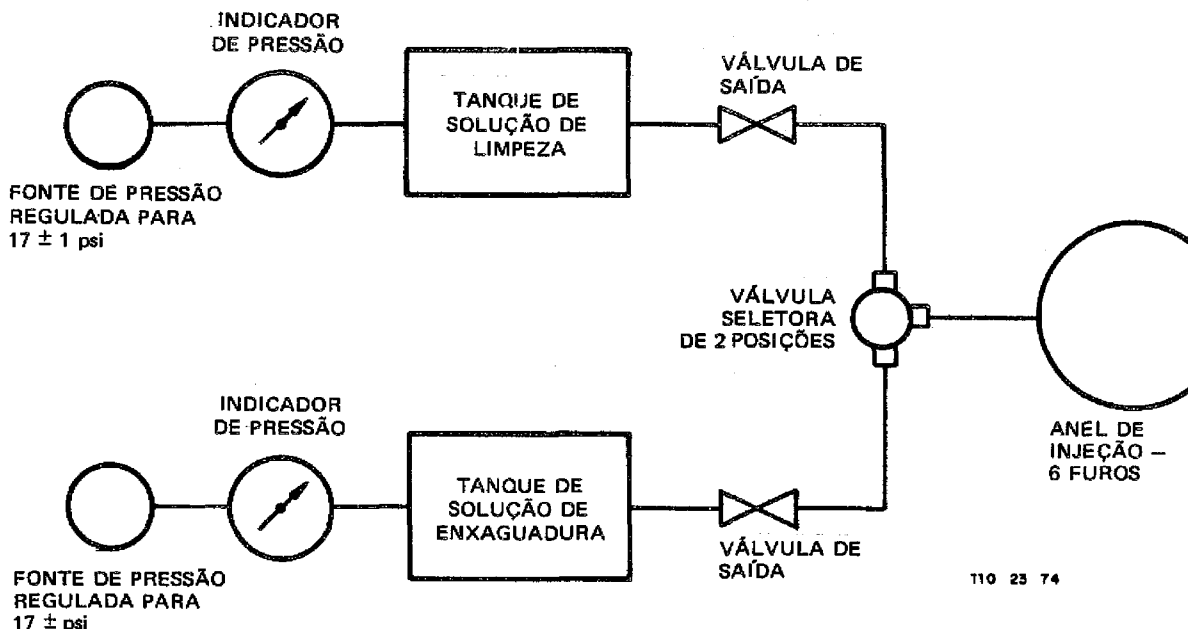

Figura 3-16A. Esquema da Instalação do Sistema de Lavagem do Compressor com o Motor em Funcionamento
Recomenda-se portanto, no equipamento básico esquematizado na figura 3-16A, dispor de dois tanques de solução de lavagem: um para a mistura de limpeza e outro para a solução de enxaguadura.
2. Conecte, de acordo com a figura 3-16A, o equipamento de lavagem às fontes de ar comprimido, mantendo para cada tanque uma pressão de 17 ± 1 psi.